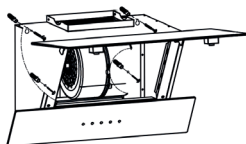

Рис. 3
2. Прикрепите вытяжку задней поверхностью к стене при помощи саморезов с дюбелями из монтажного комплекта (Рис. 3).